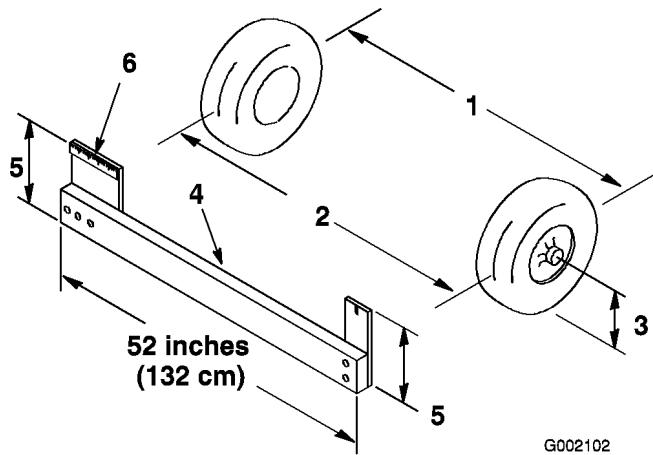

Figura 44
2. Misurate la distanza tra i pneumatici anteriori all'altezza dell'assale, davanti e dietro le ruote (Figura 44). Per rilevare la misura posteriore dei pneumatici anteriori all'altezza dell'assale occorre un attrezzo o un calibro di allineamento; usate lo stesso attrezzo, o calibro di allineamento, per rilevare con precisione la misura anteriore dei pneumatici anteriori all'altezza dell'assale (Figura 44).